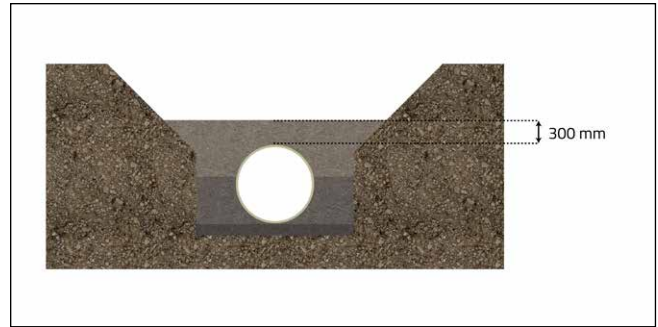

Рис. 73: Викопування надмірно прогнутої труби
- Викопайте землю до місця згину. Розкопки безпосередньо над трубою і з боків від неї слід виконувати ручними інструментами, щоб уникнути впливу на трубу важкої техніки (Рис. 73).